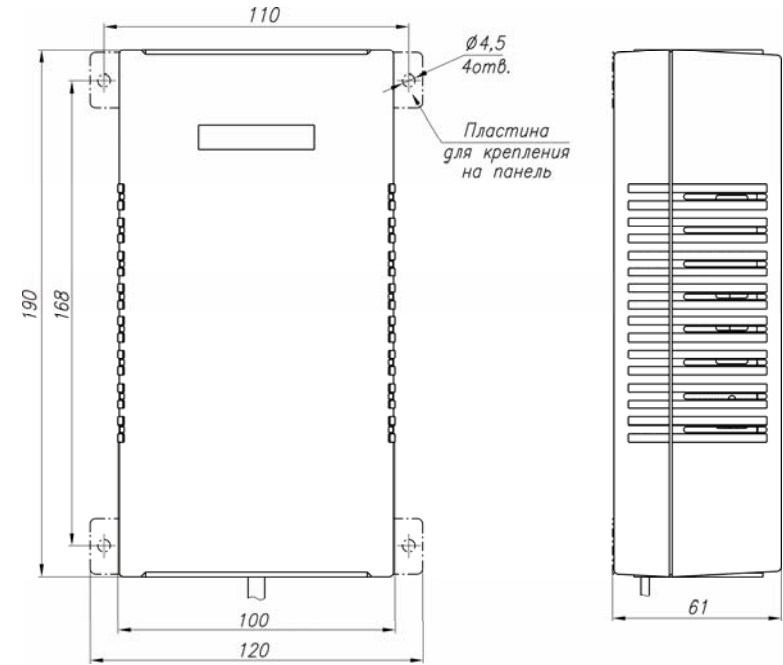

Рис.2 Инжектор PoE-12-I
10. Габаритные размеры см. рис.2
Инжектор PoE-12-I (см. рис.2) конструктивно выполнен в пластмассовом корпусе.